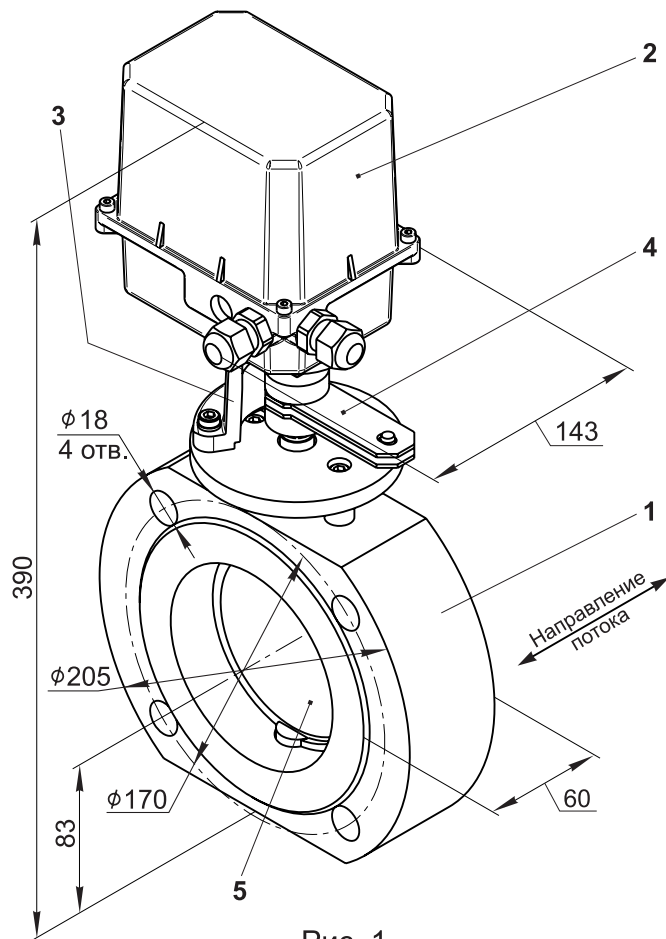

Рис. 1
2.1 Заслонка регулирующая дроссельного типа (см. рис. 1) состоит из следующих основных узлов и деталей: